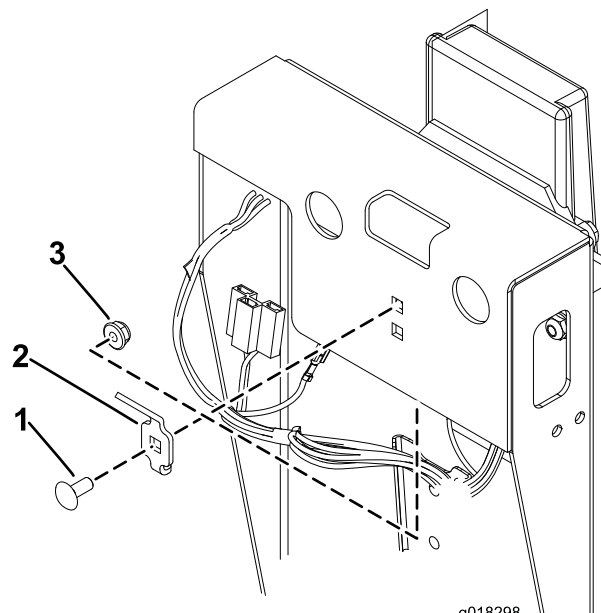

Figure 5
9. Montez le support de l'émetteur à l'arrière du cadre avec une vis de carrosserie 1/4 x 5/8" et un écrou à embase 1/4" (Figure 5). Insérez le bas du support dans le trou inférieur.